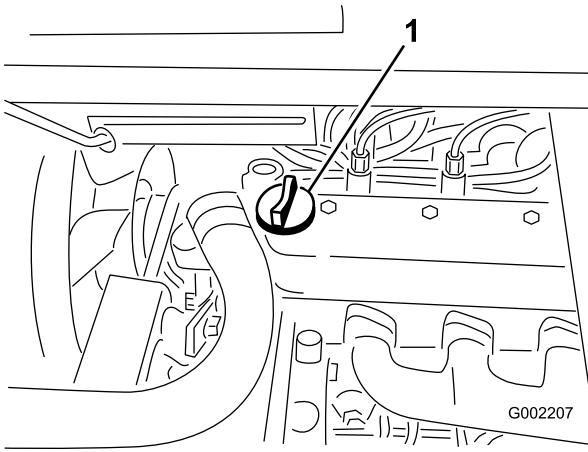

Figura 17
3. Si el nivel de aceite es bajo, retire el tapón de llenado de la cubierta de la válvula (Figura 17) y vierta aceite por el orificio hasta que el nivel llegue a la marca Lleno de la varilla; consulte el tipo y la viscosidad correctos en la sección Mantenimiento del aceite